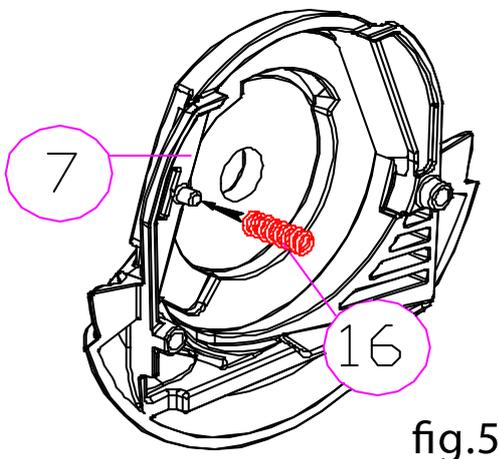

fig.5
3. Successivamente, collocare la molla bilanciante (16) nell'apposita sporgenza che si trova nel telaio frontale fig. 5. Posizionare e avvitare il telaio posteriore e l'estensione (13), collocando il punto di posizionamento dell'estensione nella parte superiore fig. 6.